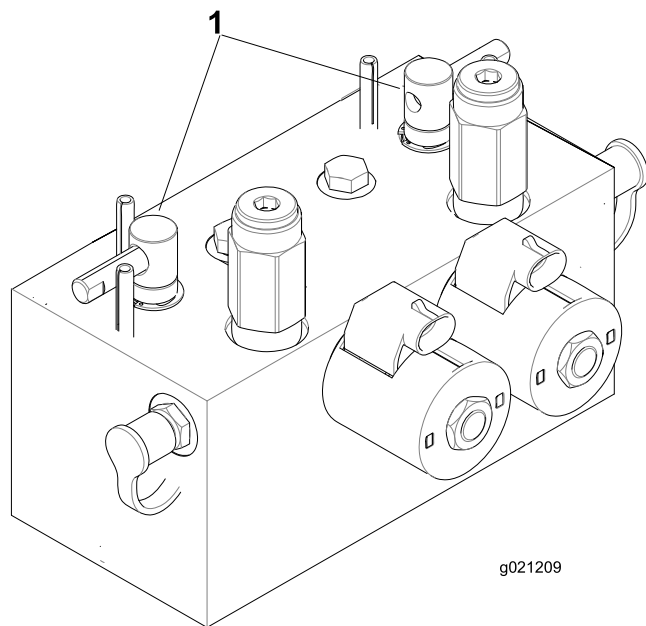

Figura 76
2. Sbloccate il sedile ed alzate lo per esporre le leve di lappatura (Figura 76).
5. Selezionate le leve di lappatura anteriore, posteriore o entrambe per stabilire gli elementi da lappare (Figura 76).